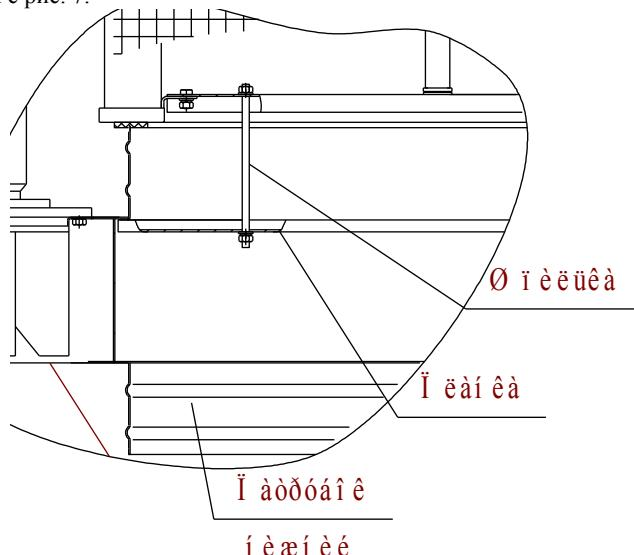

Рис. 7
6.2.3 Собрать установку (рис.5). Монтаж кассеты на установку производить в соответствии с рис. 7.